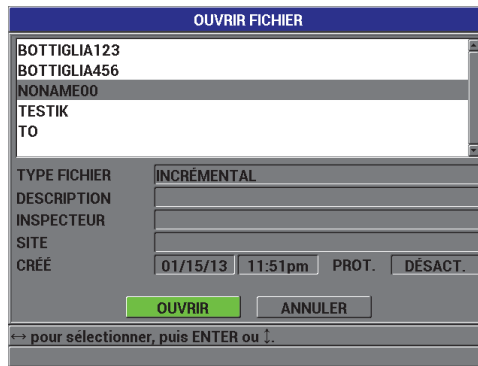

Figure 7-9 Ouverture d'un fichier
2. Dans l'écran **OUVRIR FICHIER** (voir la Figure 7-9 à la page 136), sélectionnez le fichier que vous souhaitez ouvrir dans la liste, et puis appuyez sur la touche **[ENTER]**.